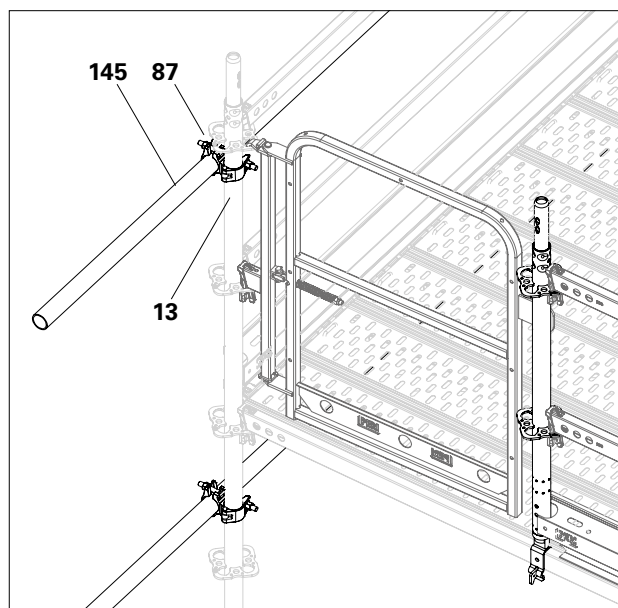
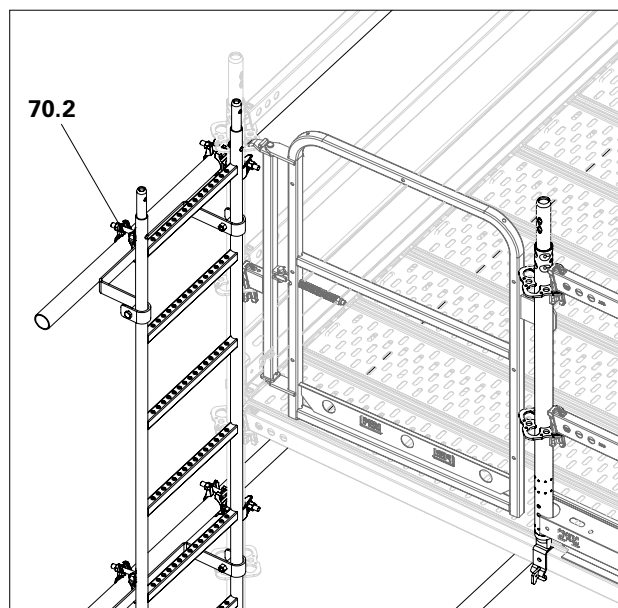

Abb. A9.08b
Abb. A9.08c
4. Gerüstrohr (**145**) an mindestens 2 Vertikalstielen (**13**) mit Normkupplungen (**87**) festschrauben. (Abb. A9.08c) Abstand der Vertikalstiele muss mindestens der Auskragung entsprechen. (Abb. A9.08b)
5. Am auskragenden Gerüstrohr den Leiteranschluss mit der Rohrkupplung (**70.2**) festschrauben. (Abb. A9.08b)